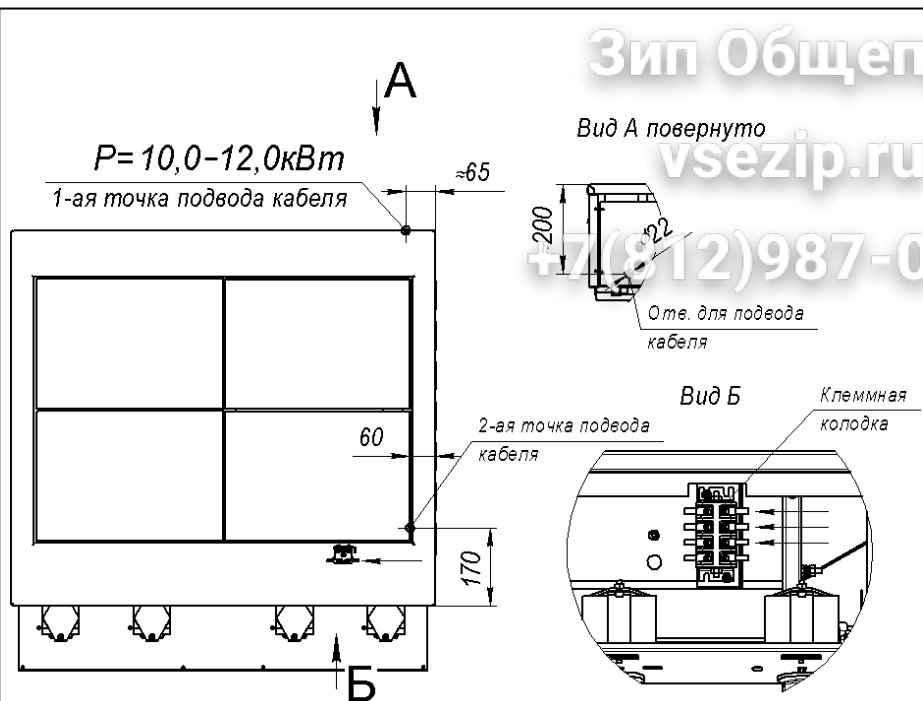

Рис.3
6.7 Рекомендуем, подвод электропитания к плите производить, скрытой в полу, трубной разводкой. Диаметр трубы – не менее 1/2" (Ø=22мм), высота от уровня пола не более 500мм (см. рис.3). Электропровода, заводимые в плиту, до блока клеммного, должны иметь термоустойчивую изоляцию, с температурой длительной эксплуатации не менее 150°C